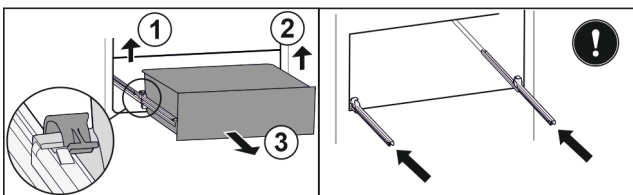

Fig. 153
- Nosta vasenta pidikettä ja vedä samalla vetolaatikkoa vasemmalta eteenpäin. Fig. 153 (1)
- Nosta oikeanpuolista pidikettä ja vedä samalla vetolaatikkoa oikealta eteenpäin. Fig. 153 (2)
- Poista vetolaatikko vetämällä sitä eteenpäin. Fig. 153 (3)